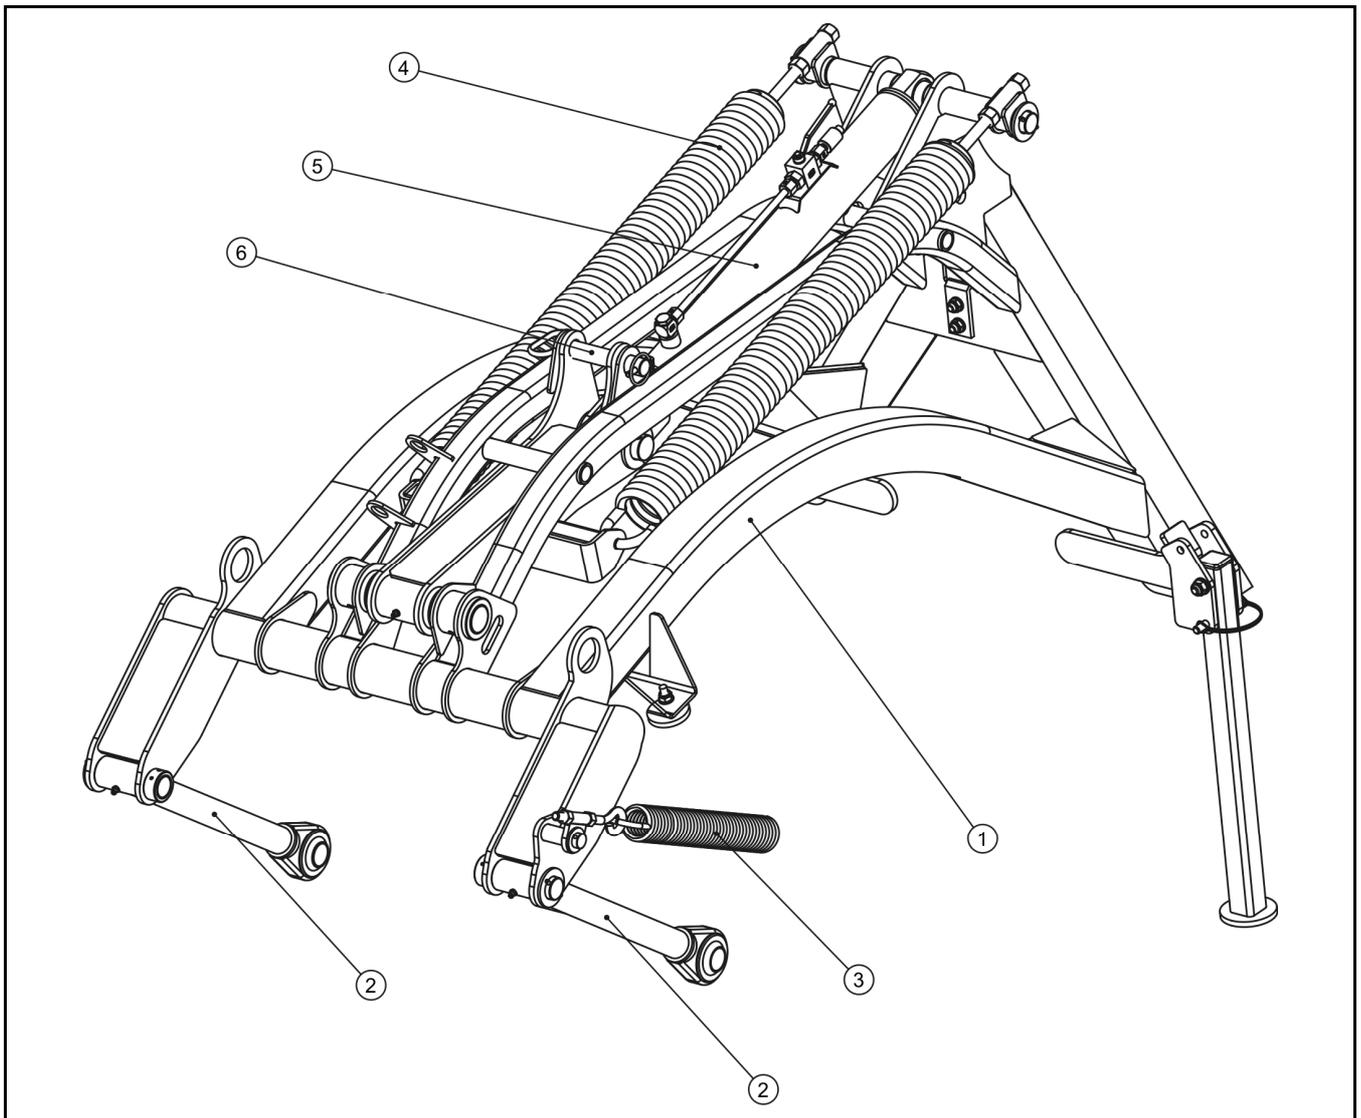

ABBILDUNG 3.2 Aufbau des Aufhängungssystems
(1) Aufhängerahmen, (2) Zugstange, (3) Zugfeder, (4) Entlastungsfeder, (5) Hydraulikzylinder, (6) Transportsicherung
Das Aufhängungssystem der Mähmaschine (ABBILDUNG 3.2) besteht aus einem Aufhängungsrahmen (1), an dem die Zugstangen (2), die den Hauptrahmen mit dem Schneidwerk tragen, mit Hilfe von Drehzapfen befestigt sind. Eine Feder (3) dient der Druckentlastung auf der linken Seite der Mähmaschine, um einen gleichmäßigen Druck des Schneidsystems auf den Boden zu erreichen. Um sicherzustellen, dass der Mähbalken den richtigen Druck auf den Boden ausübt, ist die Maschine mit zwei starken horizontalen Entlastungsfedern (4) ausgestattet. Diese sind parallel zueinander an den Drehpunkten des Aufhängungsrahmens angebracht. Das Federeinstellsystem ermöglicht die Einstellung des optimalen Bodendrucks des Mähbalkens, je nach Bodenbeschaffenheit, zu mähendem Futter